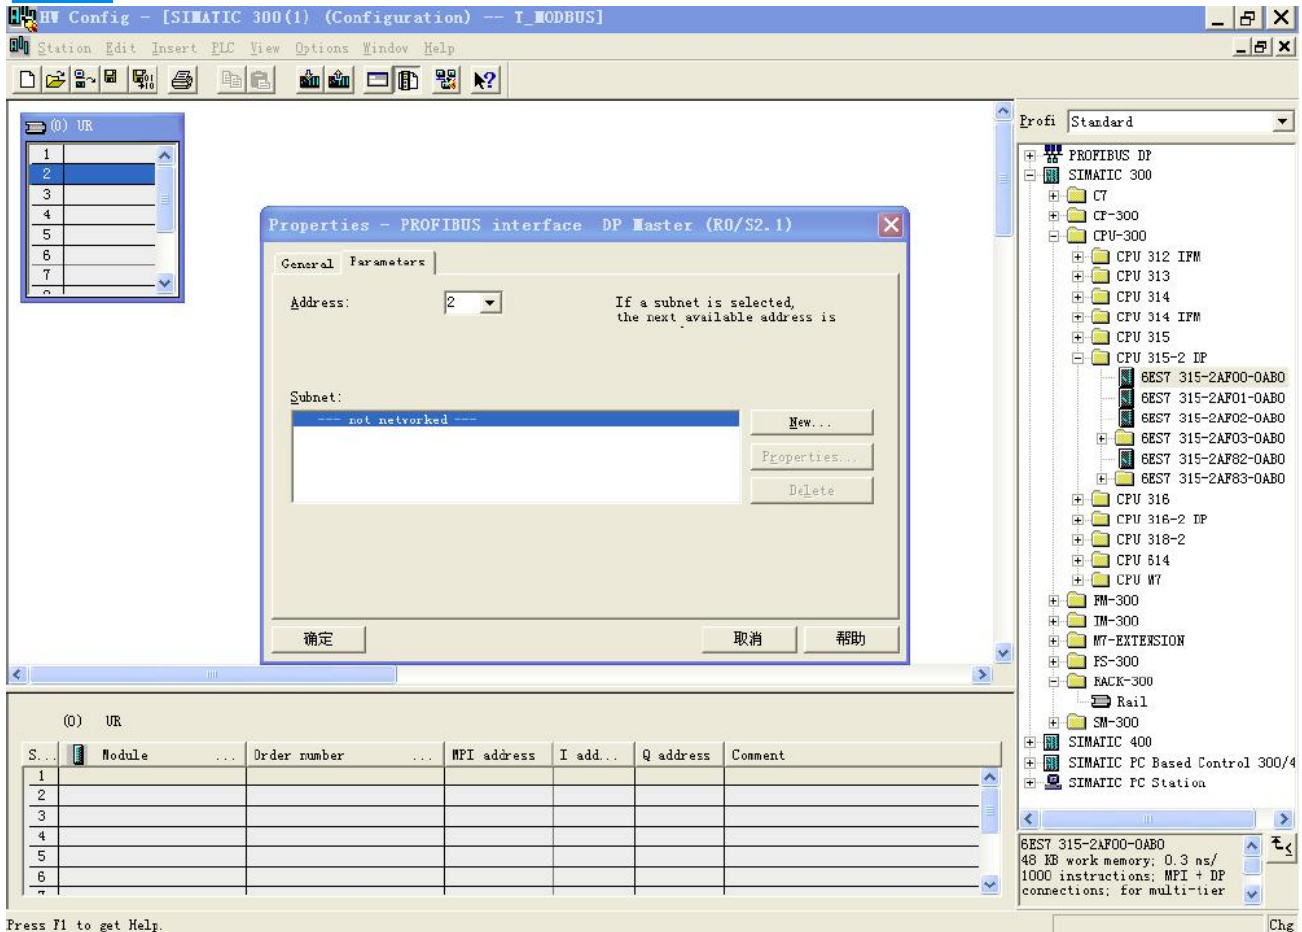

图 7
- 设定 PLC rack, 双击“Hardware Catalog\SIMATIC 300\RACK-300\Rail”, 如图 7 所示